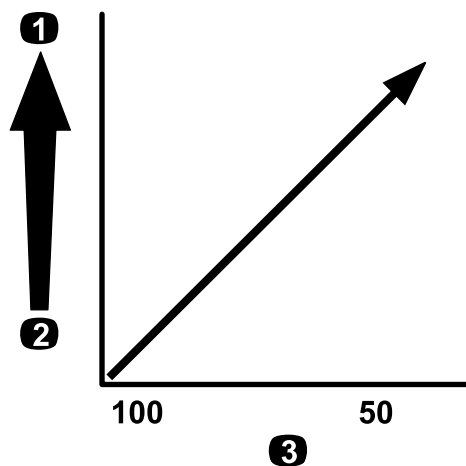

図 27
**重要** 粘度の高いドロドロした薬剤や、ウェットブル水和剤を散布する場合には、オプションの目の粗いノズルフィルタが必要になる場合があります 図 27 を参照。